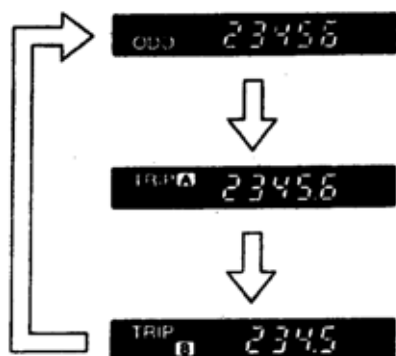

图 9-103
1)把点火开关转到 ON 位置, 检查当按压里程开关时, 指示模式是否按照“ODO”"TRIP A" "TRIPB" 的顺序变化, 如图 9-103 所示。注意: 当把点火开关转到 ON 位置, 首先出现在显示屏上的模式是以前显示的模式。